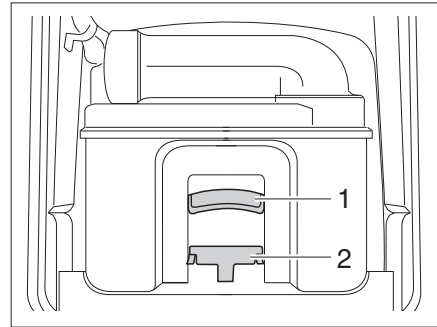

Fig. 239 Cassette Thetford
- Actionner le déverrouillage (Fig. 239,1) et retirer la toilette à cassette au niveau de la poignée (Fig. 239,2).